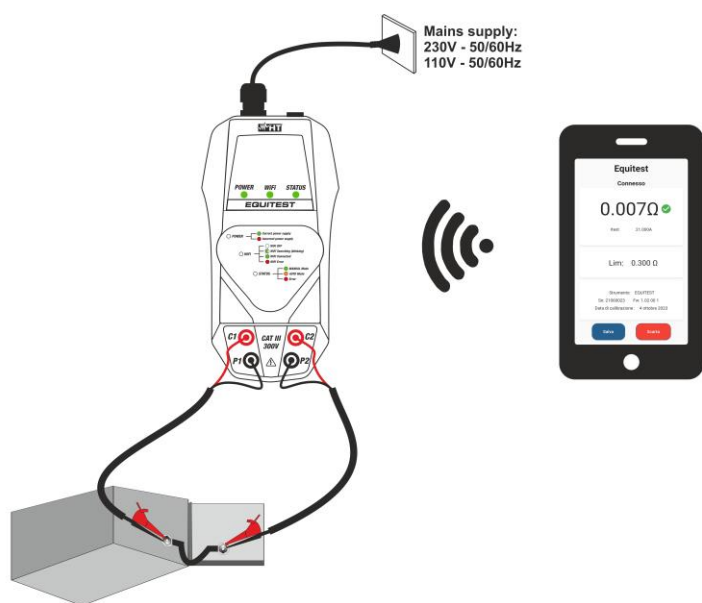

Fig. 4 Uso dello strumento con HT Equitest APP
5. Collegare i due cavi neri del set di cavi **C7000** alle boccole di ingresso **P1** e **P2** e i due cavi rossi alle boccole di ingresso **C1** e **C2** (vedere Fig.4)
6. Collegare i terminali a coccodrillo del set di cavi **C7000** alle estremità dell'oggetto in prova (vedere Fig.4)
7. Toccare il tasto "**Misurazione**" all'interno dell'APP per attivare la prova in **modo Manuale** oppure semplicemente spostando i terminali di prova in caso di selezione **modo Automatico**. Lo strumento fornisce la corrente di prova >10A AC e il risultato di misura è mostrato all'interno dell'APP (vedere Fig.4) con indicazione "✓" in caso di test passato o "!" in caso di test fallito